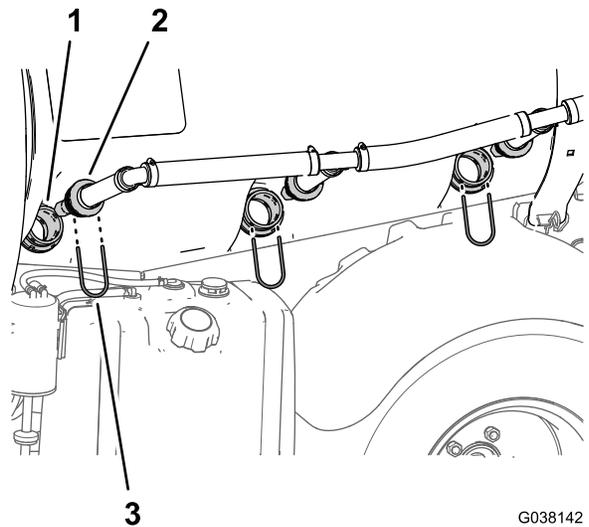

図 20
2. バルクヘッドフィッティングから、攪拌ノズルを外す 図 20。
1. 液剤タンク左側で、攪拌ノズルをバルクヘッドフィッティングに固定しているリテーナ3個を外す 図 20。